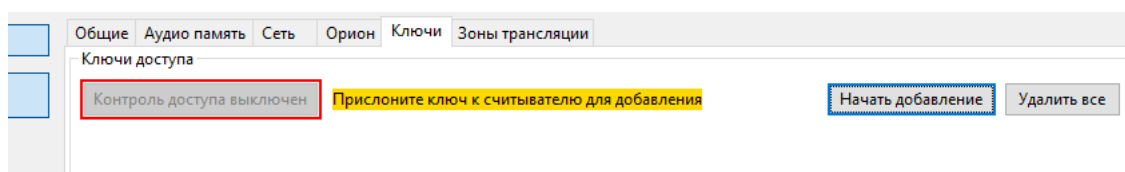

Рисунок 2.2.17. Добавление нового ключа доступа.
- 1) Нажать кнопку «Начать добавление». Появится надпись «Прислоните ключ к считывателю для добавления» (Рисунок 2.2.17). На лицевой панели консоли начнет мигать индикатор «Доступ», синхронно с ним будет звучать длинный звуковой сигнал.